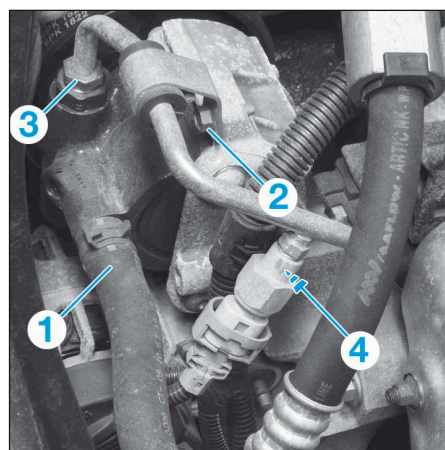
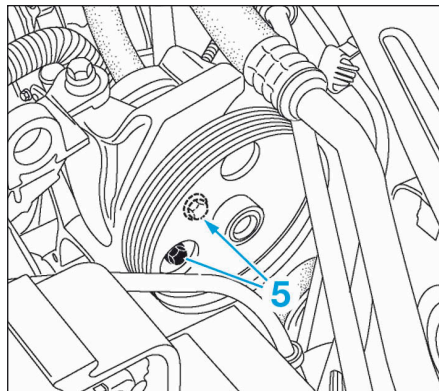

FIG.16
FIG.17
- Débrancher la durit d'entrée (1) de la pompe (Fig.16).
- Déposer la vis (2) du support de tuyau haute pression.
- Dévisser le raccord du tuyau haute pression (3) de la pompe et le débrancher.
- Déposer la vis arrière (4) du support multifonction.
- Déposer les vis avant (5) du support multifonction (Fig.17).